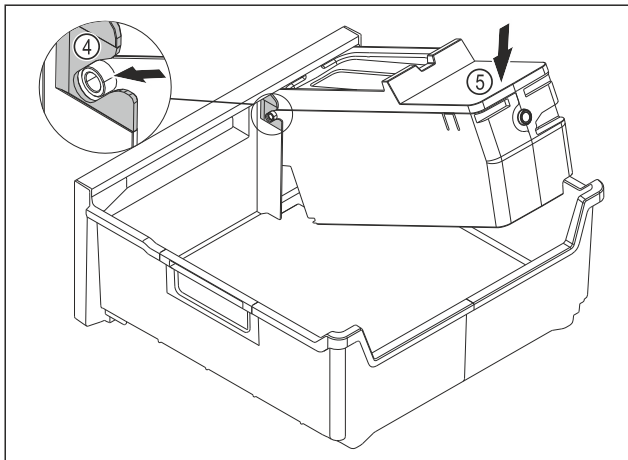

Fig. 115
- ▶ Montáž korpusu EasyTwist-Ice: Osi korpusu EasyTwist-Ice zasuniete do vedení Fig. 115 (4).
- ▶ Zatláčajte korpus EasyTwist-Ice Fig. 115 (5) zozadu smerom nadol.